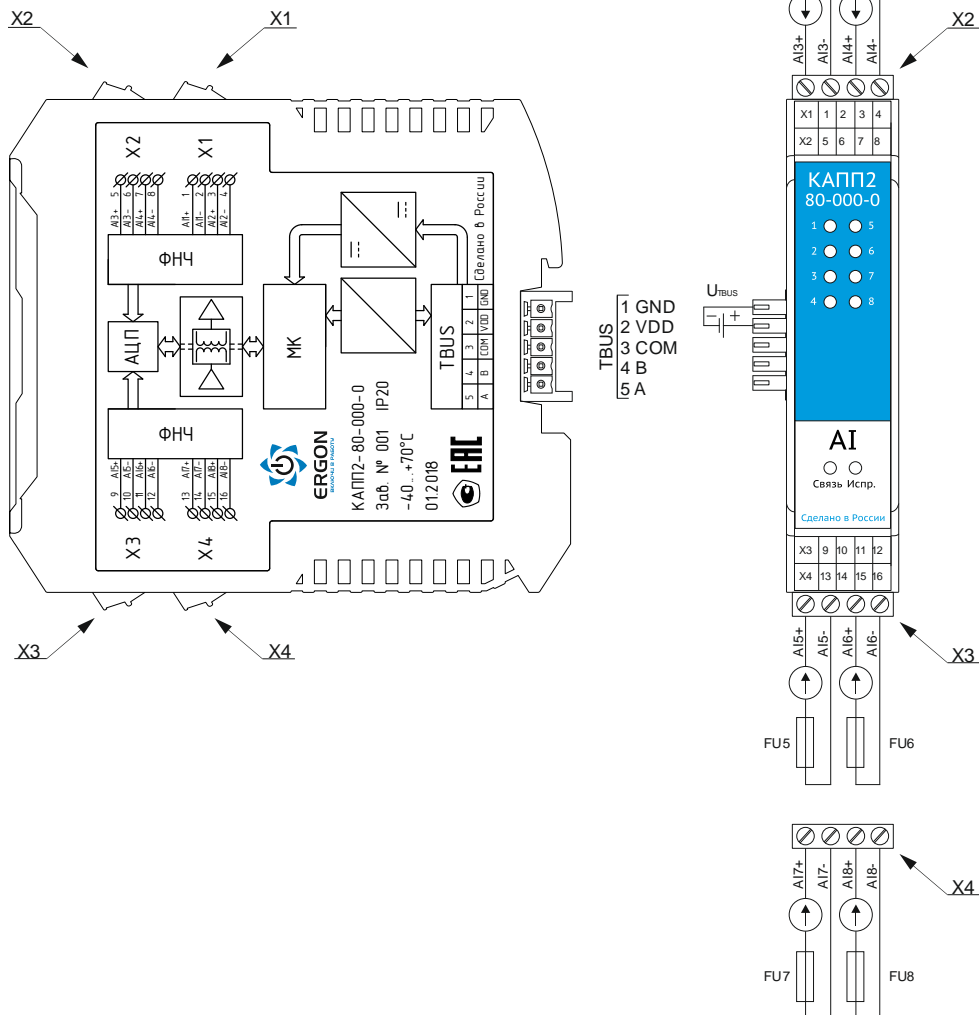

Рисунок 3 – Схема соединений модуля КАПП2-80-000-0 в режиме измерения напряжения
2.2.2.1 Питание модуля следует осуществлять от локального блока питания подходящей мощности, установленного совместно с модулем в шкафу электрооборудования. Во внешней цепи блока питания рекомендуется установить выключатель, обеспечивающий отключение модуля от сети. Подключение питания осуществляется через шину TBUS (см. рисунок 3).